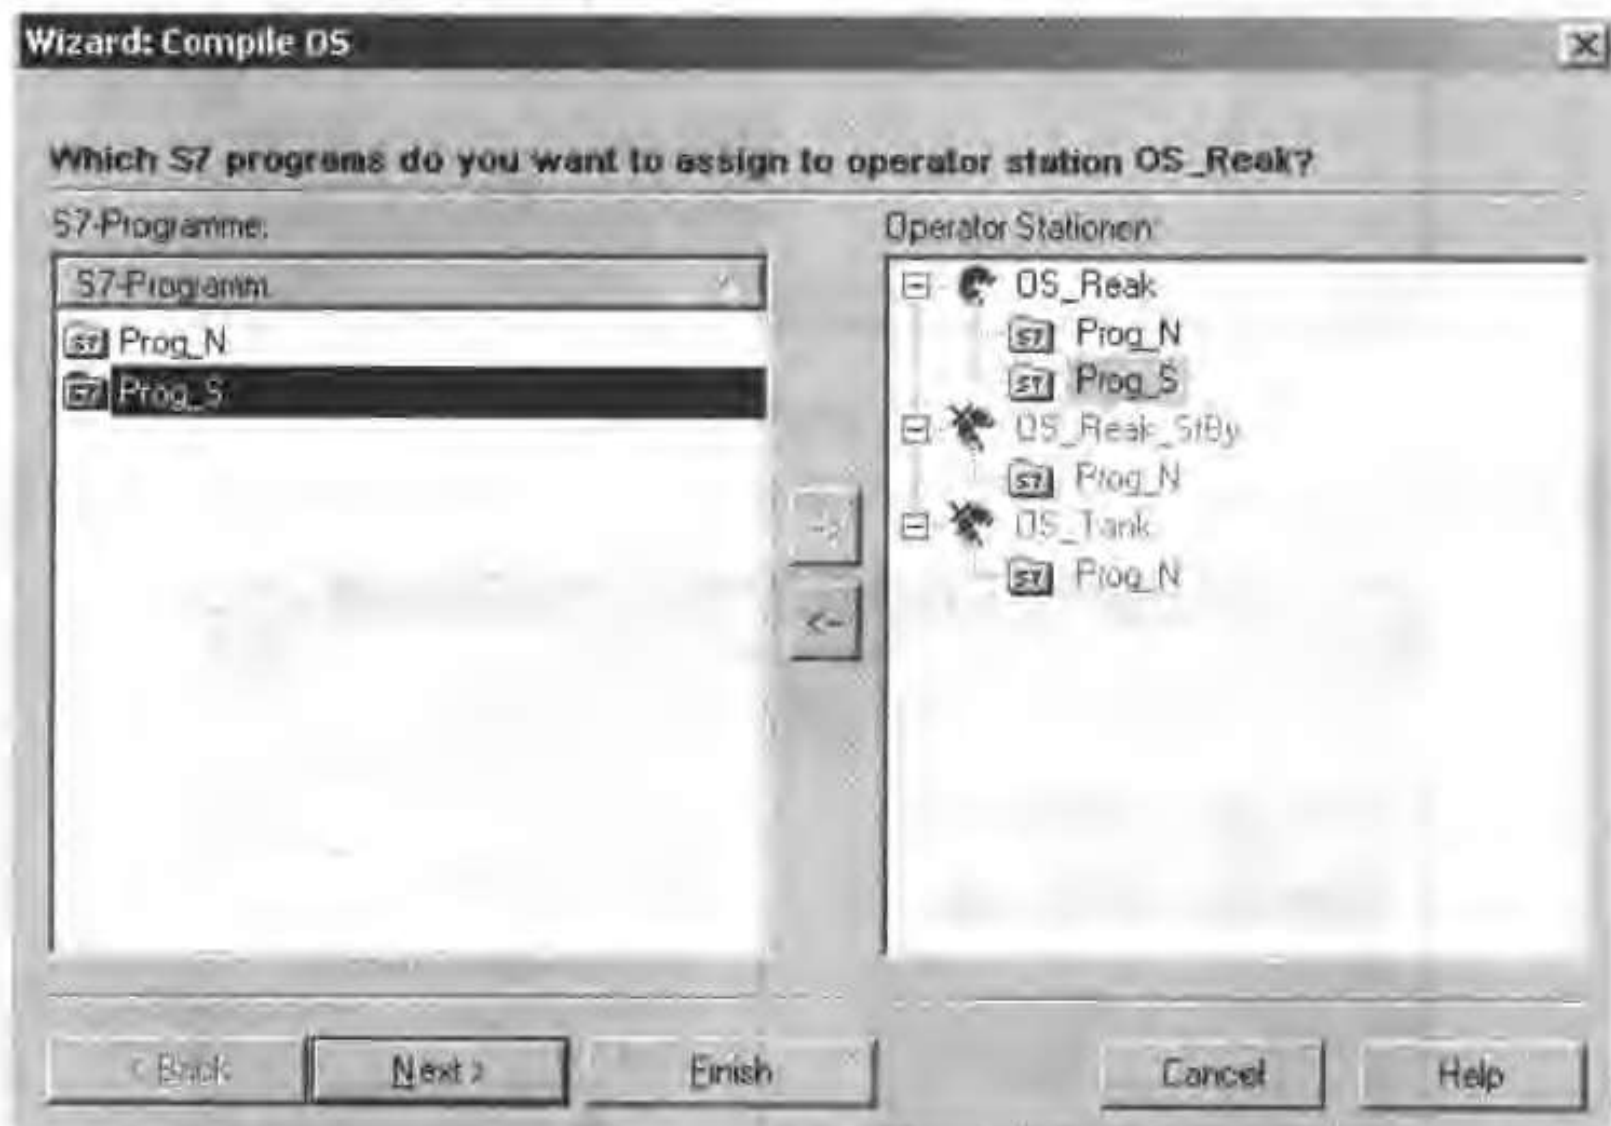

图 13-5 选择 S7 的程序
- 选择 S7 程序列表(左侧)中的相应 S7 程序，然后将 S7 程序拖动(按住鼠标左键)到操作站列表(右侧)中的所期望操作站上，单击“继续”按钮，如图 13-5 所示。